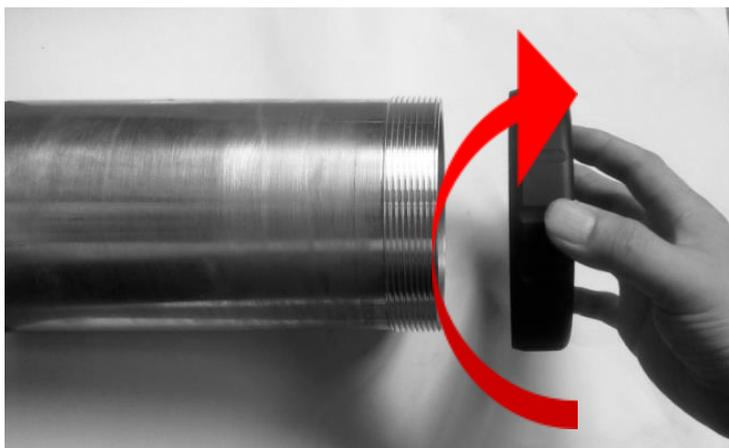

Рис. 3
4.1.1 Установка или замена основания копера. В зависимости от размера копера, выберите крепление от 20-45 mm или 46-80 mm, как показано на Рис.3: